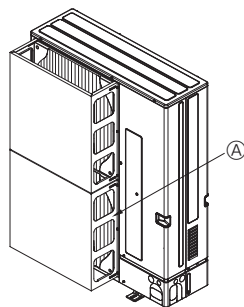

Fig. 2-4
- ② Montera en extra luftledare om enheten installeras på en plats där kraftig vind från tyfoner osv kan komma direkt in i luftutblåset. (Fig. 2-4)